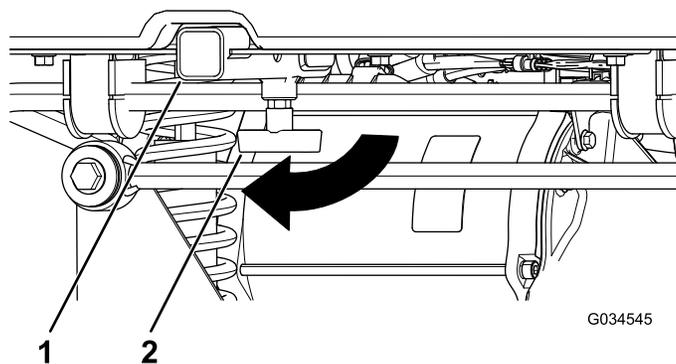

Bild 19
1. Drehen Sie den T-Bügel nach rechts, um ihn zu lösen (**Bild 19**).
2. Setzen Sie das Zubehör in die Aufnahme, bis die Löcher ausgefluchtet sind (Bild 19).